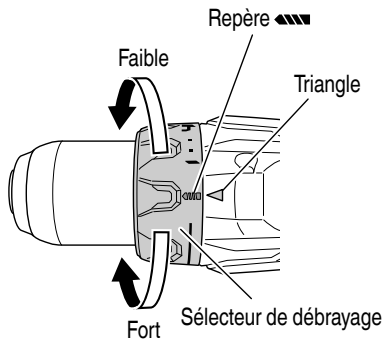

Fig. 11
6. Vérification de la position du sélecteur de débrayage (Voir Fig. 11).
- (2) Indication du couple de serrage (Voir la Fig. 11, 13)
- (3) Réglage du couple de serrage (Voir Fig. 11, 13)